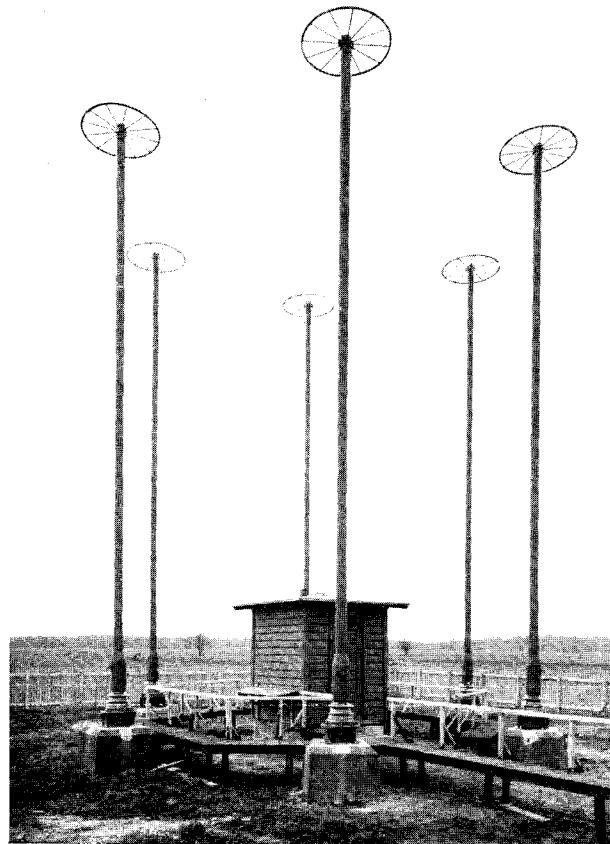

Abb. 1: Antennenanlage
18. Die sechs freitragenden Antennen-Stahlrohrmaste (Abb. 1 und Anlage 1) stehen in den Ecken eines Sechseckes, dessen Diagonalen 9,6 m lang sind. Die Maste bestehen aus Stahl und sind zum Schutz gegen Witterungseinflüsse mit Farbe gestrichen. Der untere Teil der Maste ist erweitert und mit einem Spezialkitt auf dem Fußisolator aufgekittet. Die Fußisolatoren sitzen wasserdicht auf Untersatzkästen, in denen die elektrische Verbindung zwischen Antennen und HF-Kabeln hergestellt wird und in denen Schaltelemente zur Kabelanpassung untergebracht sind. Die Untersatzkästen sind auf genau geplanten und ausgerichteten Fundamenten montiert und durch Anker festgesetzt. Um zu vermeiden, daß sich Kondenswasser